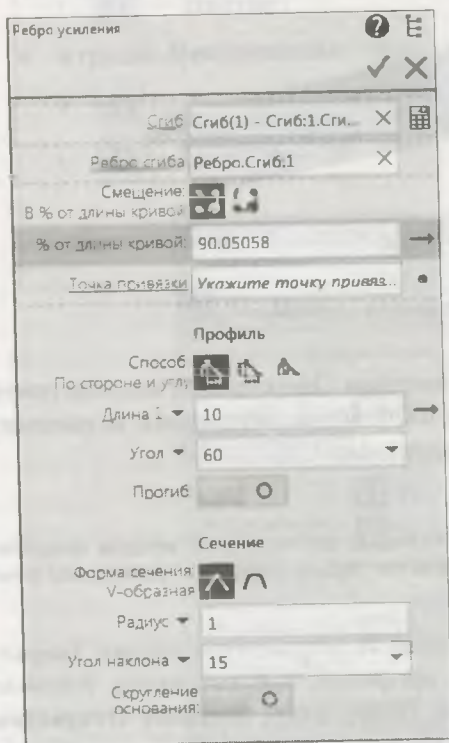

Рис. 29.31. Панель Параметры: Ребра усиления
- ◆ укажите сгиб для построения ребра усиления. Наименование сгиба отобразится в поле **Сгиб** на панели **Параметры: Ребро усиления** (рис. 29.31). Отсутствие фантома свидетельствует о невозможности построения ребра усиления с текущими параметрами. В этом случае нажмите кнопку  **Вычислить параметры профиля по сгибы**, расположенную справа от поля **Сгиб**;